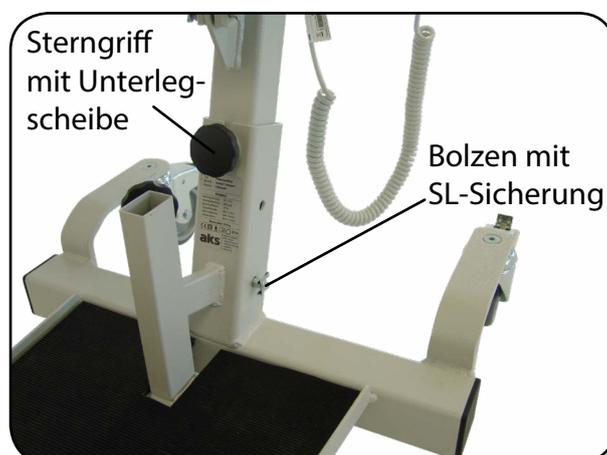
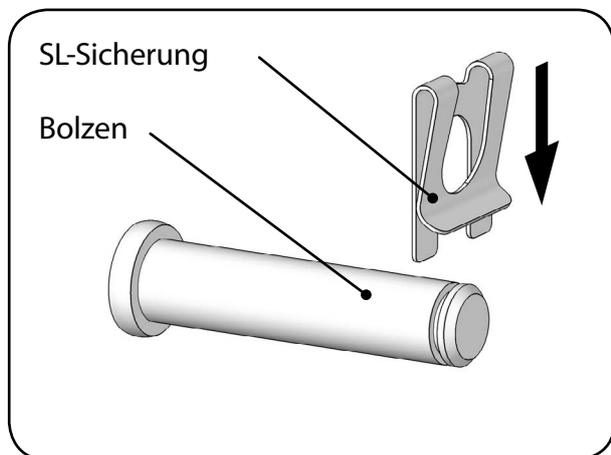

Abb. 6.2.04 – Standmast in Standmastaufnahme gesichert
Abb. 6.2.06 – Montage der SL-Sicherung am Bolzen
8. Sichern Sie den Bolzen mit der SL-Sicherung (Abb. 6.2.04). Schieben Sie hierzu die SL-Sicherung in die Nut am Ende des Bolzens (Abb. 6.2.06). Dabei gleitet das gebogene Ende der Lasche über die Fäse des Bolzens.
9. Schrauben Sie den Sterngriff mit Unterlegscheibe ein und ziehen Sie diesen handfest an (Abb. 6.2.04).